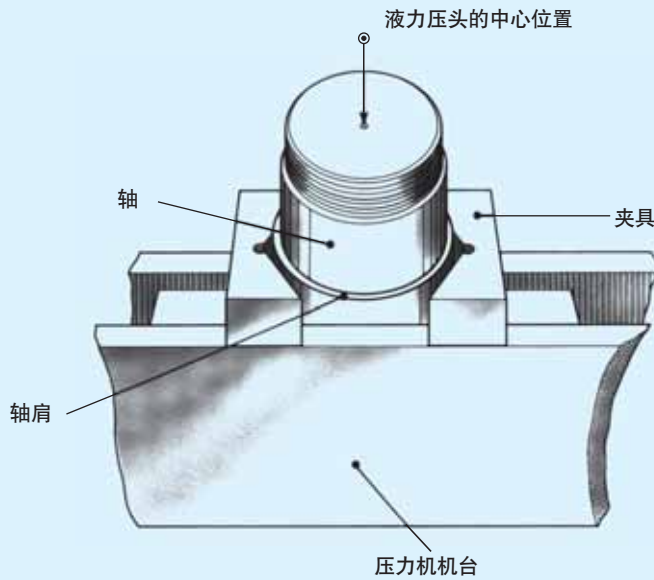

图 6.2 用压力机安装
1. 把轴立起，将下侧端放在油压机底盘上，使轴中心和油压机液力压头的中心一致。调整油压机机台的高度，在轴挡肩的下部位置固定轴(见图6.2)。